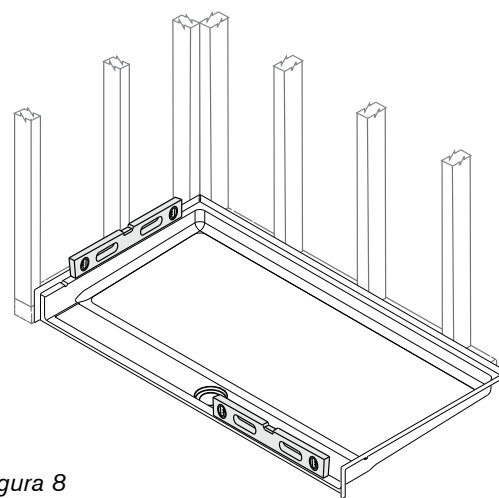

Figura 8
- 14 Ponga el plato en posición; **no lo arrastre ni lo deslice.** Asegúrese de que el frente esté alineado con la línea del bordillo dibujada en el paso 3. Evite pisar el plato hasta que el lecho de lodo se haya secado; siga las instrucciones de secado para el tipo de lecho de lodo utilizado. Revise los salientes y el borde frontal con un nivel. (Figura 8)